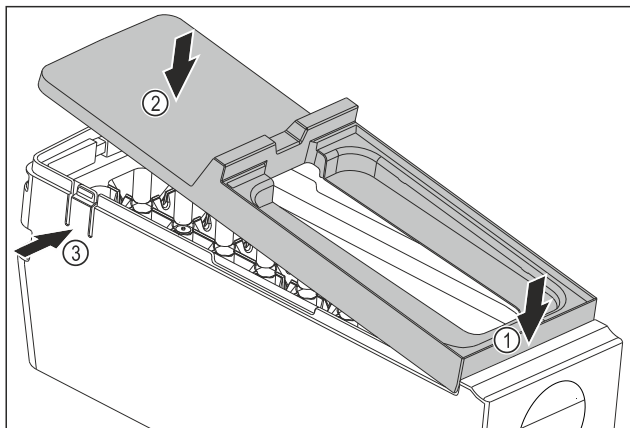

Fig. 191
- Монтаж на капака на корпуса на EasyTwist-Ice: Поставете капака отпред. Fig. 191 (1)
- Спуснете капака отзад. Fig. 191 (2)
- Капакът се фиксира с щракване в двете езичета Fig. 191 (3).